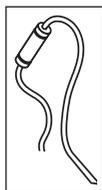

Fig. 16
- Smontate i tubi acqua/aria dal tappo ed uniteli utilizzando il raccordo rapido in dotazione come indicato in Fig. 16.